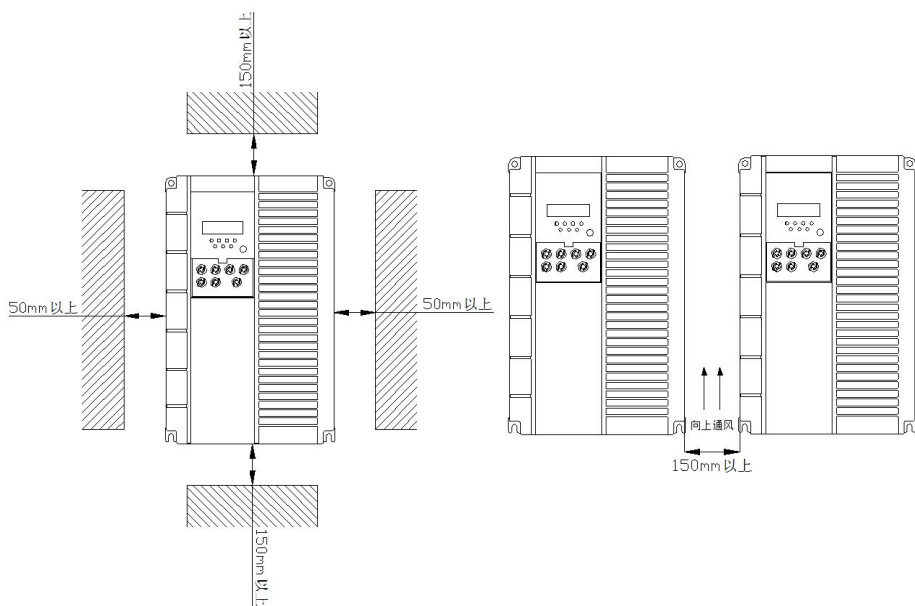

图 1.3 安装方位图
- 一、注意安装方向（见图 1.3）。
- 二、注意安装间距（见图 1.3）。